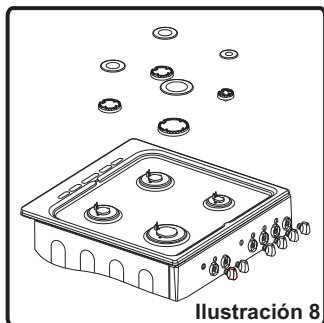

Ilustración 8
- Saque la tapa del quemador y el adaptador (Ilustración 8).